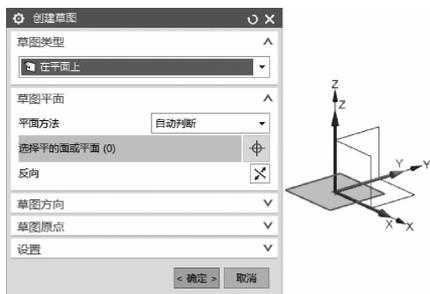
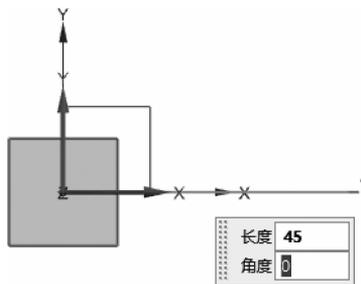
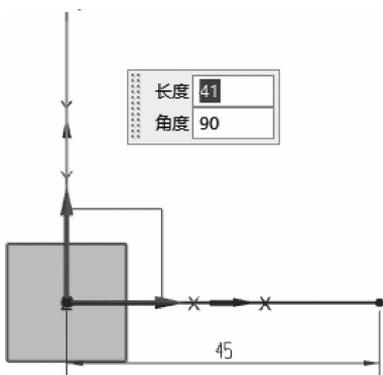

图 2-4 选择在上平面上绘制图
图 2-5 创建水平直线
图 2-6 创建竖直直线
(3) 选择在平面上绘制图,如图 2-4 所示。在“草图”工具条中单击图标,创建长度为 45 的水平直线,如图 2-5 所示;同样创建任意长度的竖直直线,如图 2-6 所示。